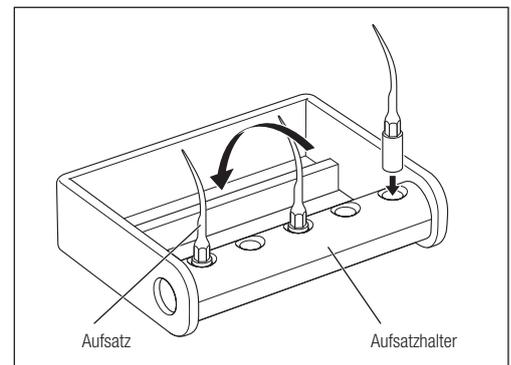

Abb. 61
- Der Aufsatzhalter ist autoklavierbar. Damit können bis zu 5 Aufsätze gleichzeitig sterilisiert werden. Drehen Sie den Halter in Pfeilrichtung, sodass die Aufsätze für die Sterilisation innerhalb des Kästchens liegen (Abb. 61).